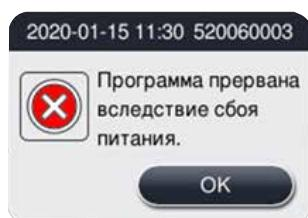
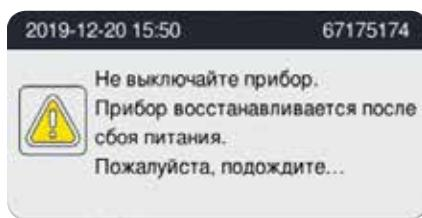

Рис. 72
Рис. 73
После восстановления питания отображаются два сообщения, (→ "Рис. 72") и (→ "Рис. 73").
- Нажмите кнопку OK на (→ "Рис. 72") для подтверждения. Не выключайте питание инструмента до исчезновения (→ "Рис. 73"). Подождите, пока инструмент не восстановится и не появится новое сообщение, инструктирующее пользователя удалить образцы. Переместите образцы в соответствующий безопасный реагент. Подтвердите и закройте сообщение.
- Если операции не будут выполнены на (→ "Рис. 72") в течение 5 минут после восстановления электропитания, инструмент начнет восстановление автоматически. Затем образцы будут защищены путем заполнения реторты безопасным реагентом. Когда пользователь возвращается к инструменту, безопасный реагент можно слить, а образцы — удалить в соответствии с сообщениями на экране.
При отображении сообщения (→ "Рис. 73") не выключайте инструмент, пока сообщение не исчезнет.